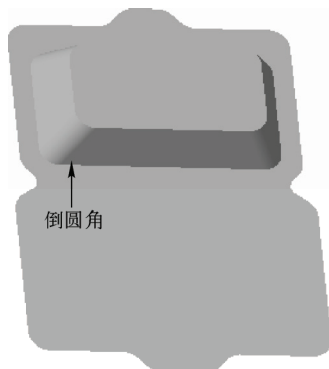

图 16-20 创建倒圆角特征一
STEP 02 在“输入恒定半径倒圆角的值”文本框中输入“10”，按住〈Ctrl〉键的同时，依次在模型中选择要进行倒圆角的边线，单击“完成”按钮，即可完成倒圆角特征的创建，效果如图 16-20 所示。